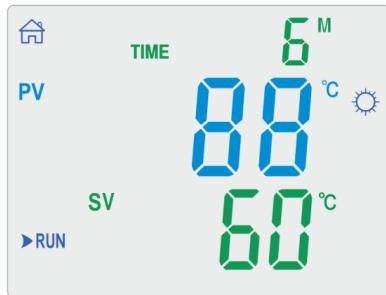

Рисунок 5
8.2.3. Ещё раз нажать кнопку «НАСТР», введённые значения температуры и времени будут автоматически сохранены, и начнётся процесс нагрева с заданными значениями температуры и времени (Рисунок 5). Отсчёт времени таймера начинается только по достижении заданной температуры, при этом на дисплее начинает мигать символ единицы времени (в данном случае – символ «M»).